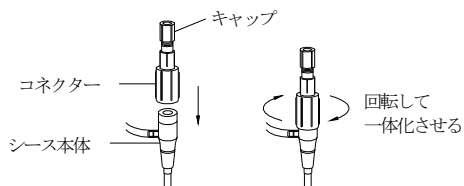

図4
1. 血管内に留置しているシースに、本品のコネクター部を時計方向に回して締め込み、シース本体と一体化させる。（図4参照）。